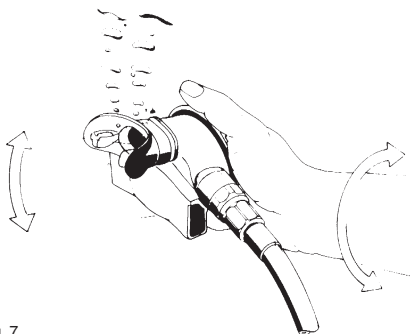

Fig. 7
- Wird die zweite Stufe aus zum Mund genommen, kann es zum Abblasen kommen. Drehen Sie die zweite Stufe dann einfach mit dem Mundstück nach unten und schütteln Sie sie leicht, damit sie sich mit Wasser füllt (Abb. 7). Bläst der Atemregler trotzdem ab, sollten Sie den Tauchgang sofort abbrechen.